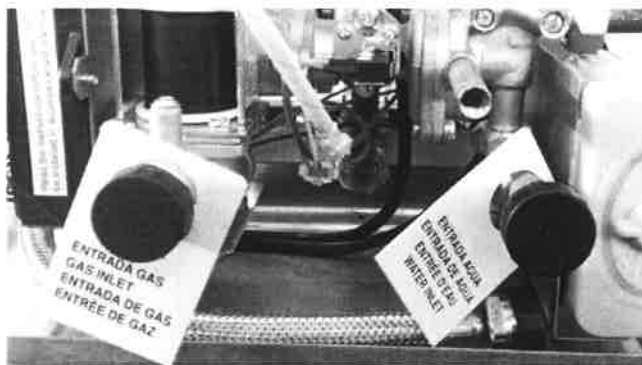

fig. 8 - Étiquettes des raccordements
- Retirez les bouchons des raccords d'eau et de gaz, voir Fig.8.